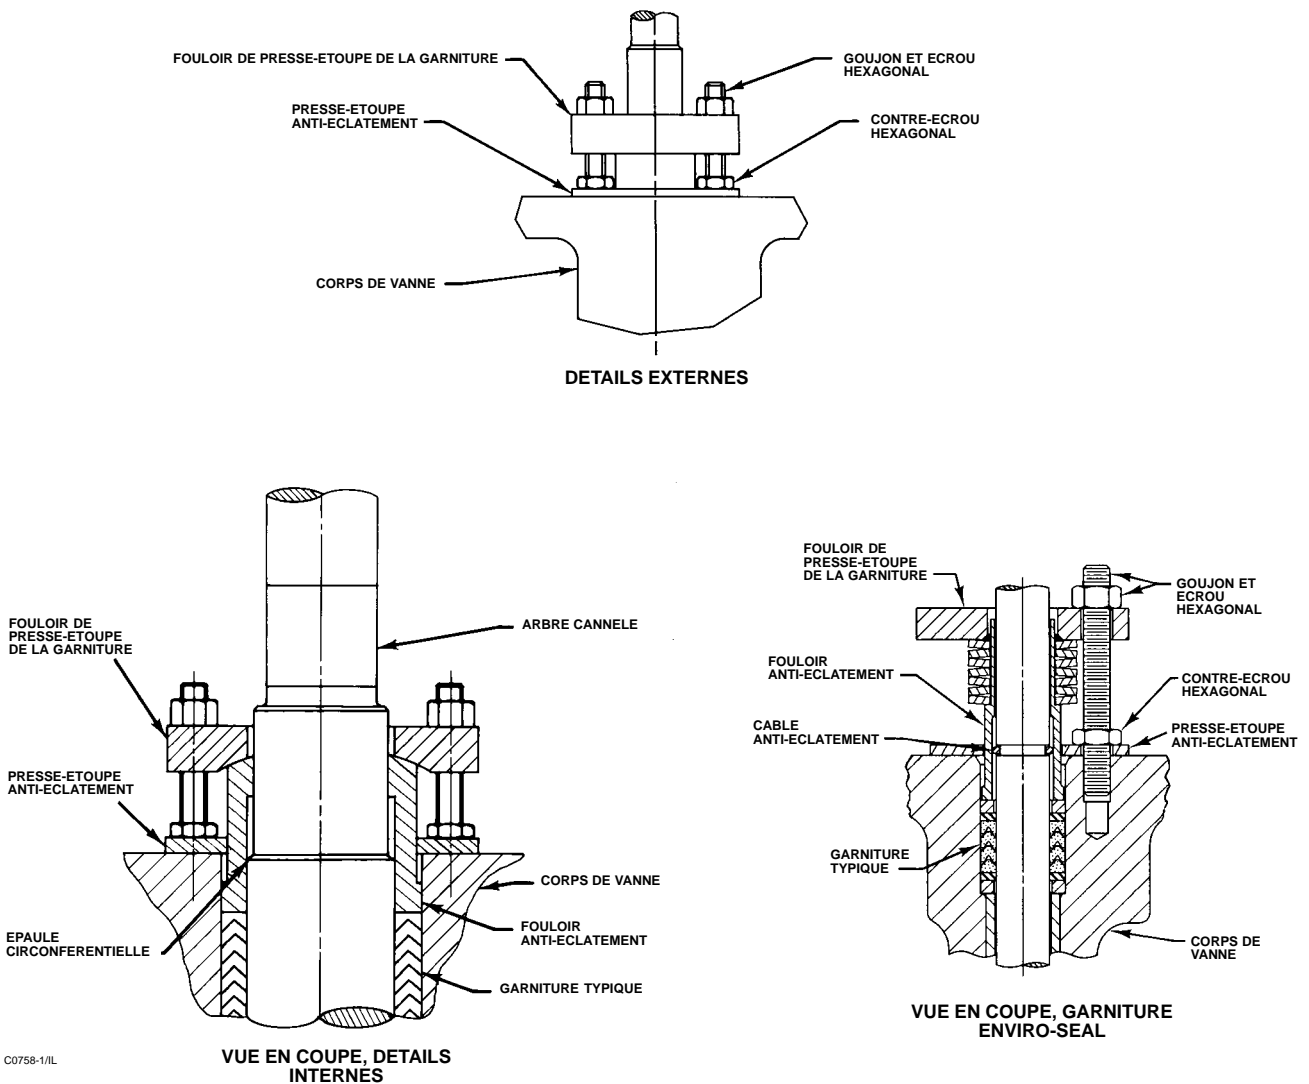

Figure 7. Détails de la conception anti-éclatement
2. Retirer les contre-écrous hexagonaux (n° 17) et la bride anti-éclatement (n° 10). Retirer le fouloir de presse-étoupe de la garniture (n° 12). Consulter la figure 7 pour des détails sur les pièces de protection anti-éclatement.
Retirer les écrous hexagonaux (n° 15) et extraire le fouloir de presse-étoupe de la garniture (n° 11). Retirer les contre-écrous hexagonaux (n° 17) et le presse-étoupe anti-éclatement (n° 10). Retirer le fouloir anti-éclatement (n° 12). Voir aussi la figure 7.